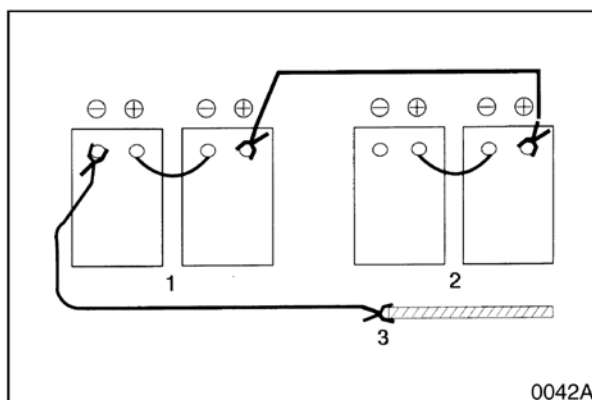

Рис. 16
1. Подсоедините положительный кабель от вспомогательных батарей к разрядившимся батареям (рис.16).